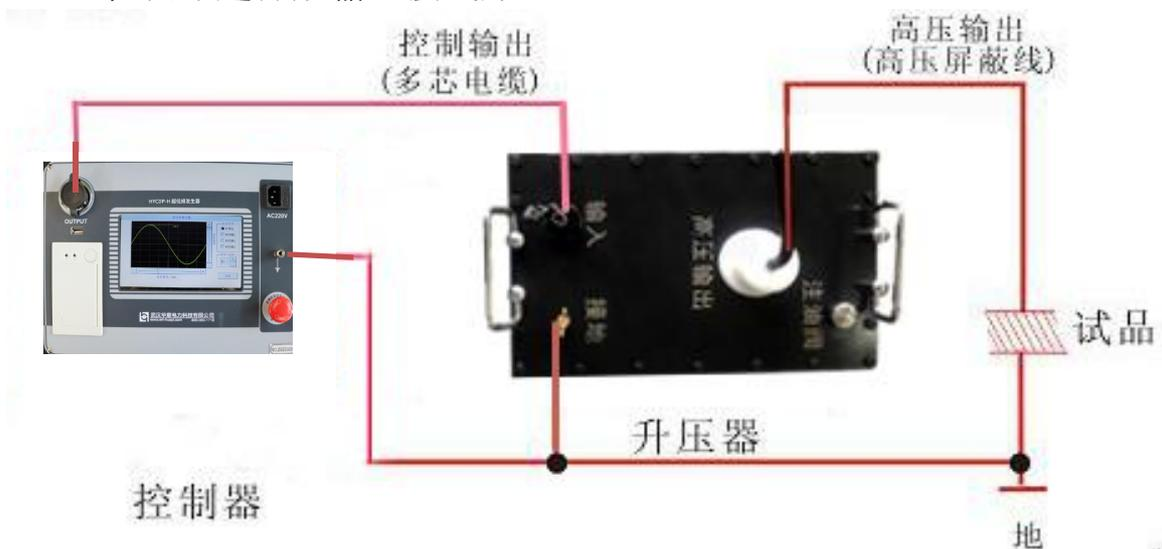
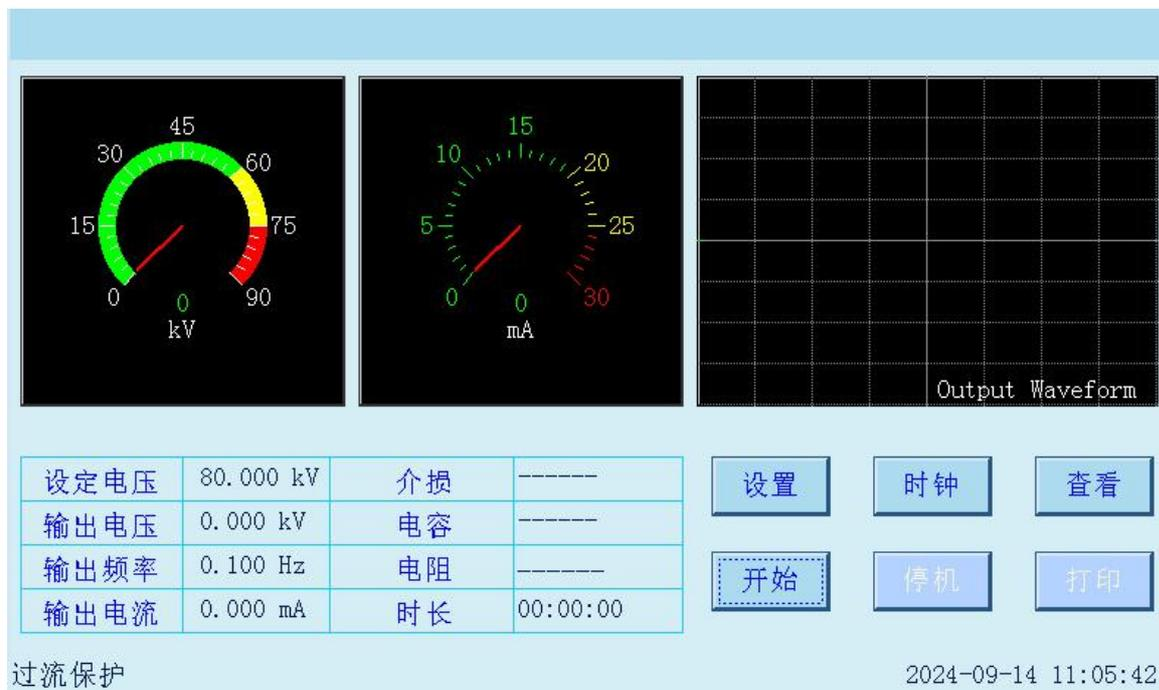

图 3 接线示意图
图 13 控制器提示过流保护
接线说明：用本产品随机配备的控制输出专用线、高压输出专用线和接地线按图 3 的方法连接。电源插座用电源线连至 220V/50Hz 的交流电上。
当在试验的过程中，输出电流超过设定限值，仪器起动停机指令后，自动切断输出，再执行数据历史保存，停机后如图 13 所示，状态栏中提示信息：“过流保护”并执行数据历史保存
点击图 3 的“打印”键，可将显示器上的本次数据打印成试验报告。
64 次测量的数据，64 次以前的将自动删除。点击图 3 中的“查看”键，可出现图 13 界面,查看最近 64 次试验的历史数据。
点击图 3 中的“时钟”按键,可出现图 15 的设置界面，用于设置系统的日期和时间。
6. 试验接线：用随机附带的专用连接将试验设备与试验电缆按图 13 所示的方法连接。仔细检查接线正确后合上电源，再次设定好试验频率，时间和电压以及高压侧的过流保护值、过压保护值，然后开始升压试验。